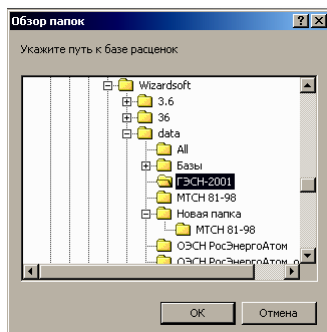

Рис. 5.7. Диалоговое окно «Обзор папок».
1. В раскрывающемся списке «Путь к БД» укажите расположение новой *базы данных*. Для этого воспользуйтесь кнопкой . В открывшемся диалоговом окне «Обзор папок» (рис. 5.7) выберите локальный диск и каталог с новой *базой расценок*. Нажмите кнопку «ОК».